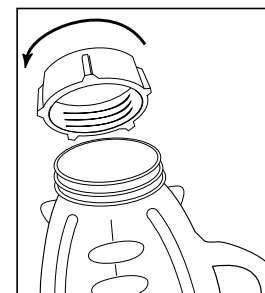

FIGURE 4
- Enclencher la bague dans l'anneau de fixation. Mettre la bague par-dessus de la bague, les aligner avec les crans du récipient. (Remarque : S'il y a des rainures sur le dessus de la bague, aligner-les avec les crans du récipient.) Mettre la bague sur le récipient et visser l'anneau de fixation dans le sens des aiguilles d'une montre pour bien la fixer. (Figure 4)